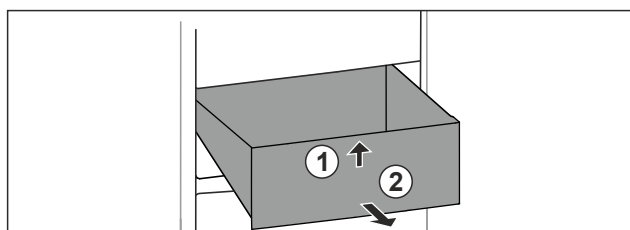

Fig. 97
- Levantar el cajón por delante. Fig. 97 (1)
- Extraer el cajón hacia delante. Fig. 97 (2)